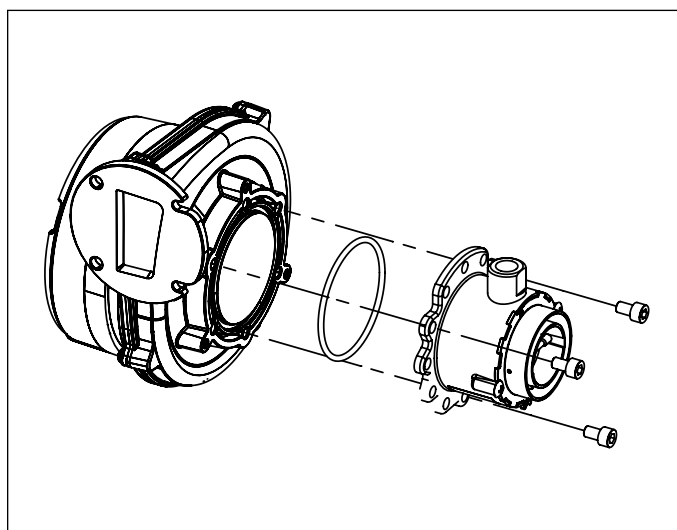

Fig. 26 Miscelatore
- Rimuovere il miscelatore svitando le tre viti a brugola (vedi Fig. 26 Miscelatore).